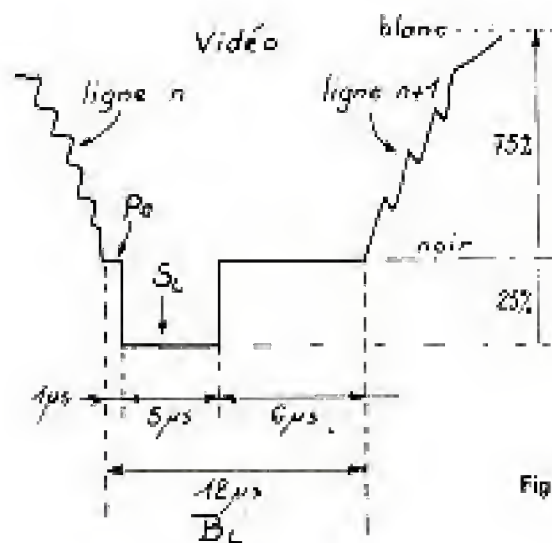

Fig. 4. - Signaux de lignes.
a) Les signaux de lignes, figure 4.